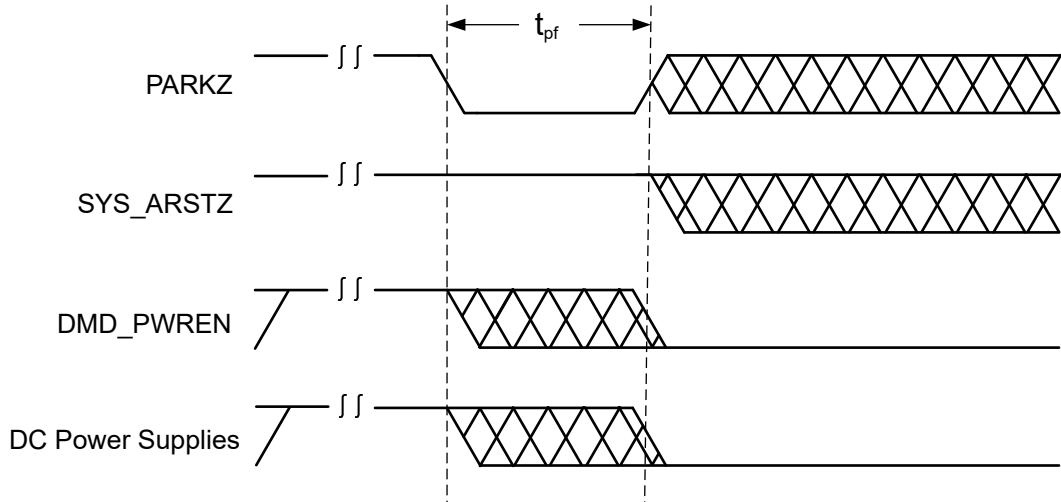

图 7-12. 将 PARKZ 置为有效后断电
3. 在 DMD_PWREN 被置为无效之后，可以安全地为 DLP 芯片组断电，如图 7-12 所示。